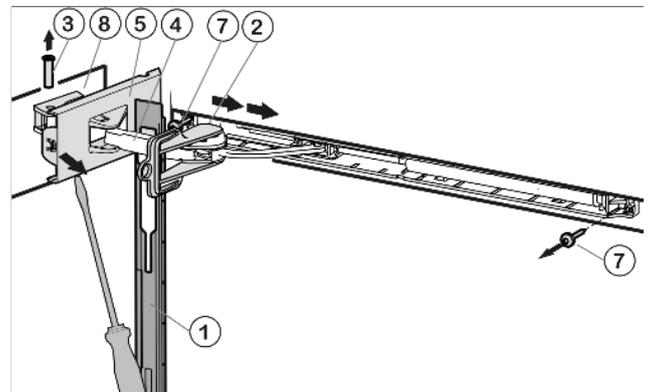

Fig. 5
- ▶ Blende über den Dämpferbügel Fig. 5 (4) in Richtung Gerät nach vorne schieben.
- ▶ Beiliegende Sicherung Fig. 5 (2) in Langloch einrasten.
- ▶ Scharnierseitige Abdeckung Fig. 5 (5) mit Hilfe eines Schraubendrehers bis zur ersten Verrastung lösen.
- ▶ Bolzen Fig. 5 (3) von unten rausdrücken.
- ▶ Dämpferbügel Fig. 5 (4) Richtung Tür drücken.
- ▶ Scharnierseitige Abdeckung Fig. 5 (5) komplett lösen und abnehmen.
- ▶ Blende Fig. 5 (1) abnehmen.
- ▶ Schließdämpfereinheit abschrauben (2 mal Torx 15) Fig. 5 (7).
- ▶ Lagerteil Fig. 5 (8) abschrauben und um 180° gedreht auf die Gegenseite umsetzen. Schraubenlöcher evtl. vorstechen oder Akkuschrauber verwenden.